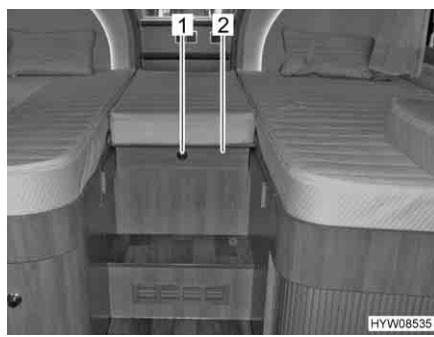

Fig. 72 Letto singolo (coda)
- Premere il bottone automatico (Fig. 72,1) e aprire il diaframma (Fig. 72,2).